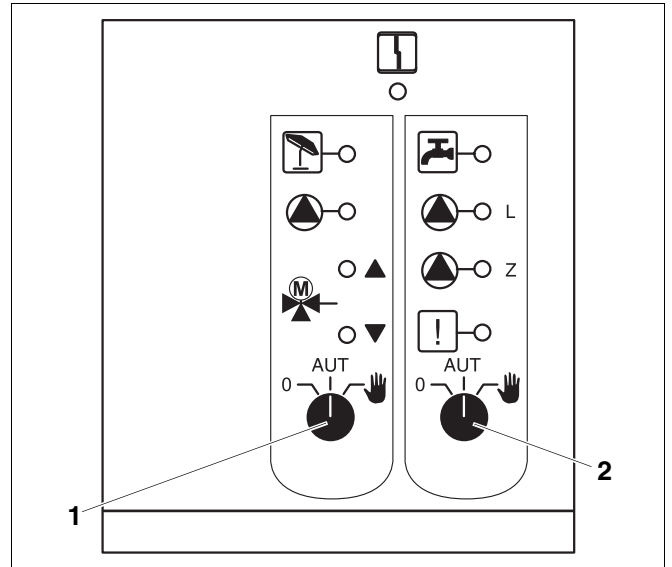

Fig. 24 Module de fonction FM441
Interrupteur circuit de chauffage (fig. 24, **pos. 1**) et ECS (fig. 24, **pos. 2**):